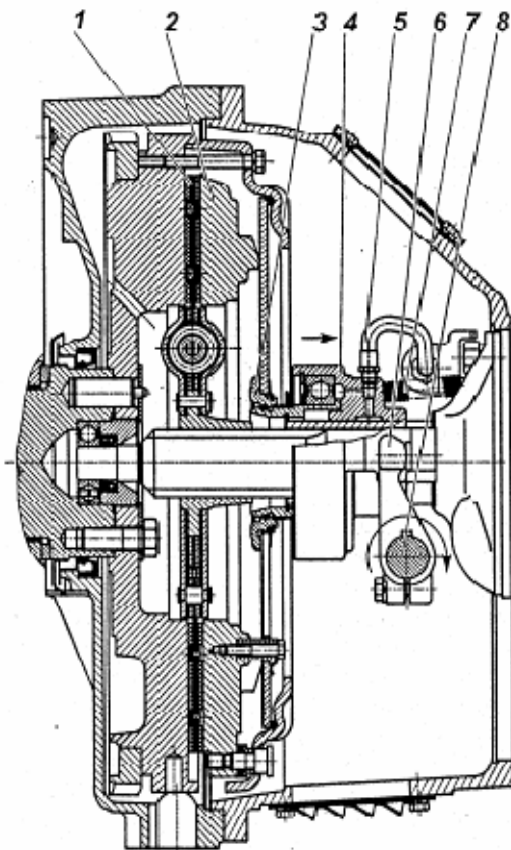
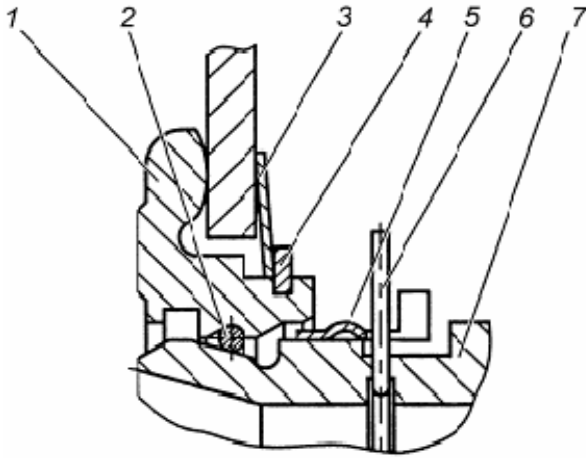

Рис. 91. Сцепление:
Рис. 93. Запорное устройство:
Диафрагменное сцепление (рис. 91) состоит из ведущих и ведомых частей, а также деталей механизма выключения сцепления, устанавливаемых в картер сцепления.
Механизм выключения сцепления состоит из муфты 4 (рис. 91) с подшипником, вилки 6 и валика 8. Муфта соединена через упорное кольцо 3 с диафрагменной пружиной с помощью запорного устройства.
Оттяжная пружина 7 (рис. 91) исключает проворот и осевые перемещения втулки 7 (рис. 93) относительно упорного кольца 1 (рис. 93). По мере износа фрикционных накладок муфта выключения сцепления 4 (рис. 91) перемещается вместе с пружиной в сторону маховика, при этом конструкция привода выключения сцепления автомобиля или другого транспортного средства обеспечивает поворот вилки 6 (рис. 91) по часовой стрелке после выбора зазора между лапками вилки и муфтой за счет периодической регулировки привода или постепенный поворот за счет конструкции гидропривода.
Конструкция запорного устройства показана на рис. 93. Она включает в себя упорное кольцо 1, втулку подшипника муфты 7 с фасонной канавкой, пружинное кольцо 2 круглого сечения, а также замковое кольцо 5. Упорное кольцо 1 устанавливается на диафрагменную пружину при сборке нажимного диска с кожухом и удерживается за счет пружинной шайбы 3 и стопорного кольца 4. На рисунке муфта заперта (соединена) с упорным кольцом. Внутри втулки подшипника муфты 7 установлено предохранительное кольцо 6, имеющее снаружи выступающий ус, препятствующий случайному рассоединению муфты выключения сцепления и упорного кольца 1.
Выключение сцепления обеспечивается поворотом вала по часовой стрелке. Допустимое направление перемещения муфты и поворота вала для выключения сцепления показано на рис. 91 стрелками. Перемещение муфты и поворот вала в обратном направлении не допустимо.
- 5 С помощью специальной оправки сцентрировать кольцо 3 (рис. 91) относительно оси коленчатого вала двигателя.
- 2 Убедиться что муфта выключения сцепления отведена до упора в крышку подшипника первичного вала коробки передач пружиной 7 рис. 91.
Проверка качества установки сцепления (отсутствие "ведения", контроль величины крутящего момента на валу вилки) осуществляется на неработающем двигателе. Для этого необходимо повернуть вал вилки на угол $9^{\circ}30'$... 11° по часовой стрелке, что соответствует перемещению муфты на 11...13 мм от двигателя. При этом выходной вал коробки передач, при включенной передаче, должен вращаться при приложении крутящего момента не более 5 Н·м (0,5 кгс·м). Поворот вала вилки выключения сцепления по часовой стрелке показан на рис. 91.
- 4 Совместить полукруглый паз на муфте выключения сцепления в передней ее части с выступающим усом предохранительного кольца 6 (рис. 93) и, утопив его каким-либо предметом, удерживать в утопленном положении через центральное отверстие муфты выключения сцепления.